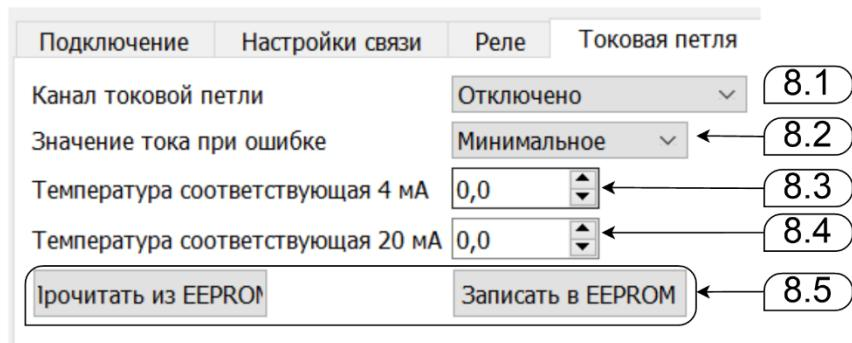

Рисунок 8 Токовая петля - Вкладка программы ПК: 8.1 режим работы токовой петли пирометра; 8.2-8.4 параметры токовой петли; 8.5 прочтение/запись EEPROM
9.5.1 Канал токовой петли (см. Рисунок 8: п. 8.1).
9.5.2 Значение тока при ошибки (см. Рисунок 8: п. 8.2).
9.5.3 Диапазон температур (см. Рисунок 8:пп. 8.3-8.4).
9.5.4 Запись в устройство (см. Рисунок 8: п. 8.5)